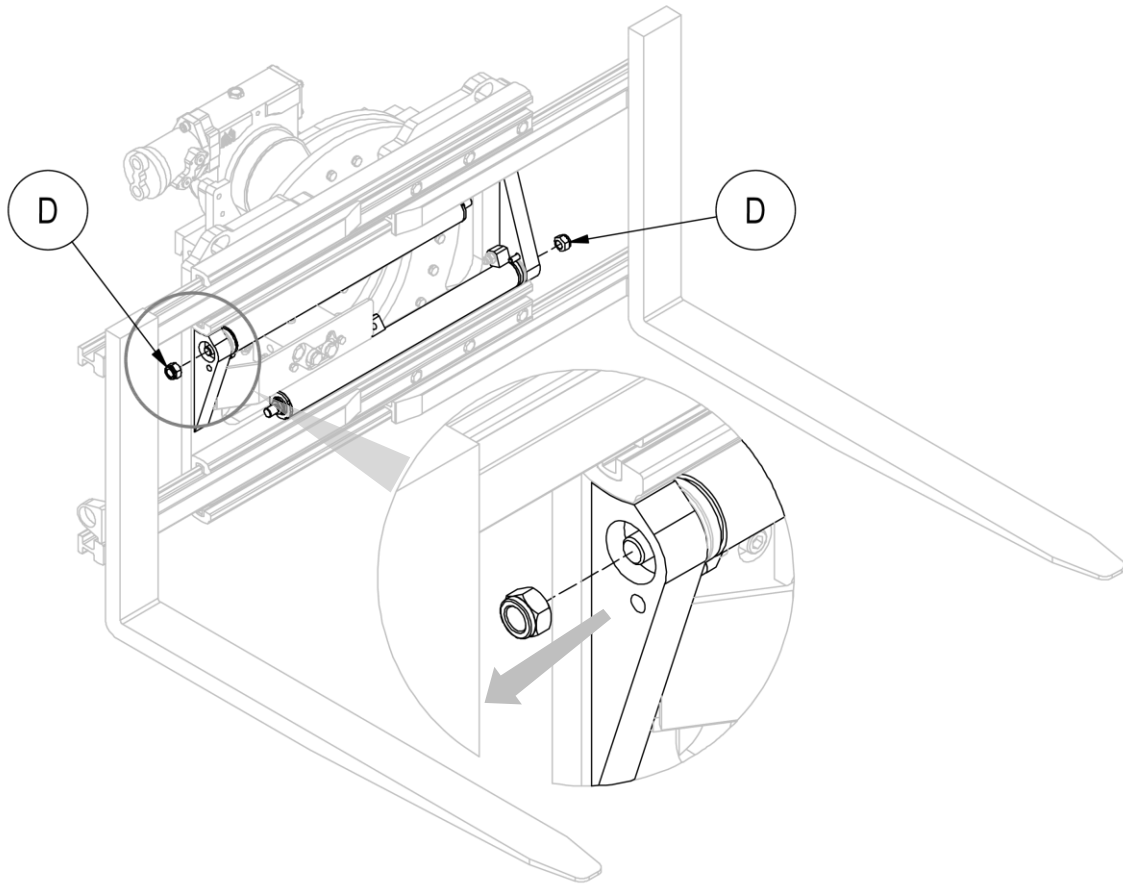

Figure 31
7. Retirer, un par un, les écrous **D** qui raccordent les vérins à la structure de l'équipement et retirer les vérins en veillant à ne pas les endommager (voir *Figure 31*).